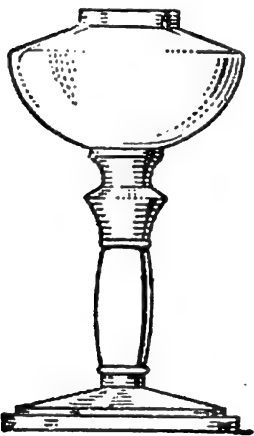

Fig. 2. — Le réservoir de la lampe.
**a) Le réservoir.** — Voici d'abord le *réservoir*, où l'on peut verser environ un demi-litre de pétrole. Il est généralement en verre (fig. 2), parfois en porcelaine ou en métal.